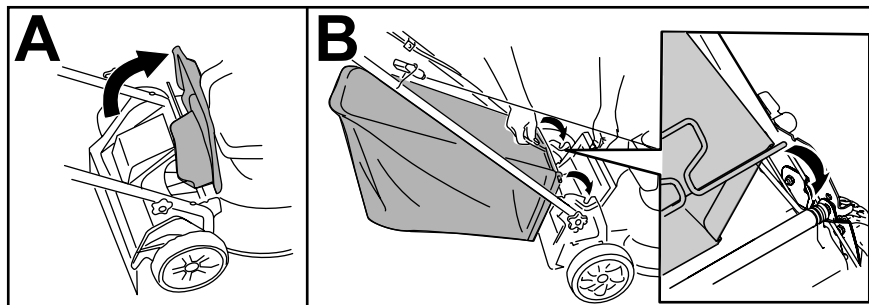

Рисунок 13
1. Поднимите и удерживайте в поднятом положении задний дефлектор (вид А на Рисунок 13).
- Установите травосборник и убедитесь в том, что стержни травосборника вошли в пазы на рукоятке (вид В на Рисунок 13).